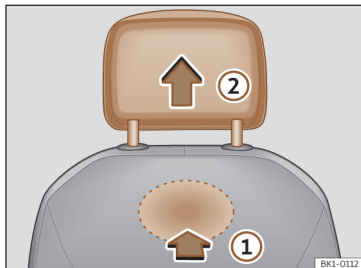

Fig. 100 Encosto de cabeça dianteiro: desmontagem.
- Para desbloqueá-lo, procure o entalhe situado na parte traseira do encosto na zona marcada e pressione no sentido da seta >>> Fig. 100 ①.
- Retire o encosto de cabeça no sentido da seta ②.